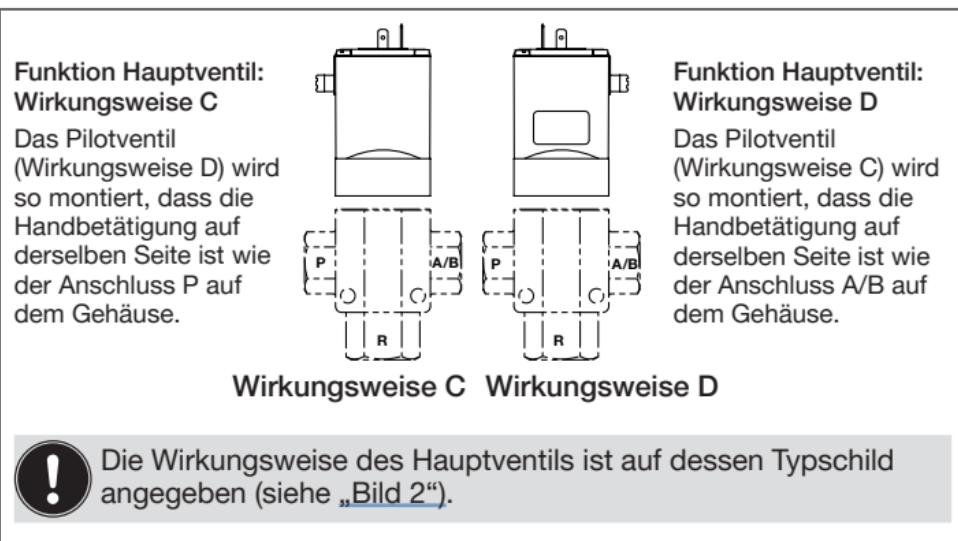

Bild 1: Anordnung des Pilotventils
- Am Pilotventil ② die beiden nicht versiegelten Schrauben ① lösen.
- Vor dem Abnehmen des Pilotventils auf die Anordnung des Pilotventils achten (siehe „Bild 1“ auf Seite 11).
- Pilotventil ② und O-Ringe ③ vom Hauptventil abnehmen.
- Neue O-Ringe ③ korrekt in die Vertiefungen des Hauptventils setzen.
Dabei die Anordnung des Pilotventils beachten (siehe „Bild 1“ auf Seite 11).